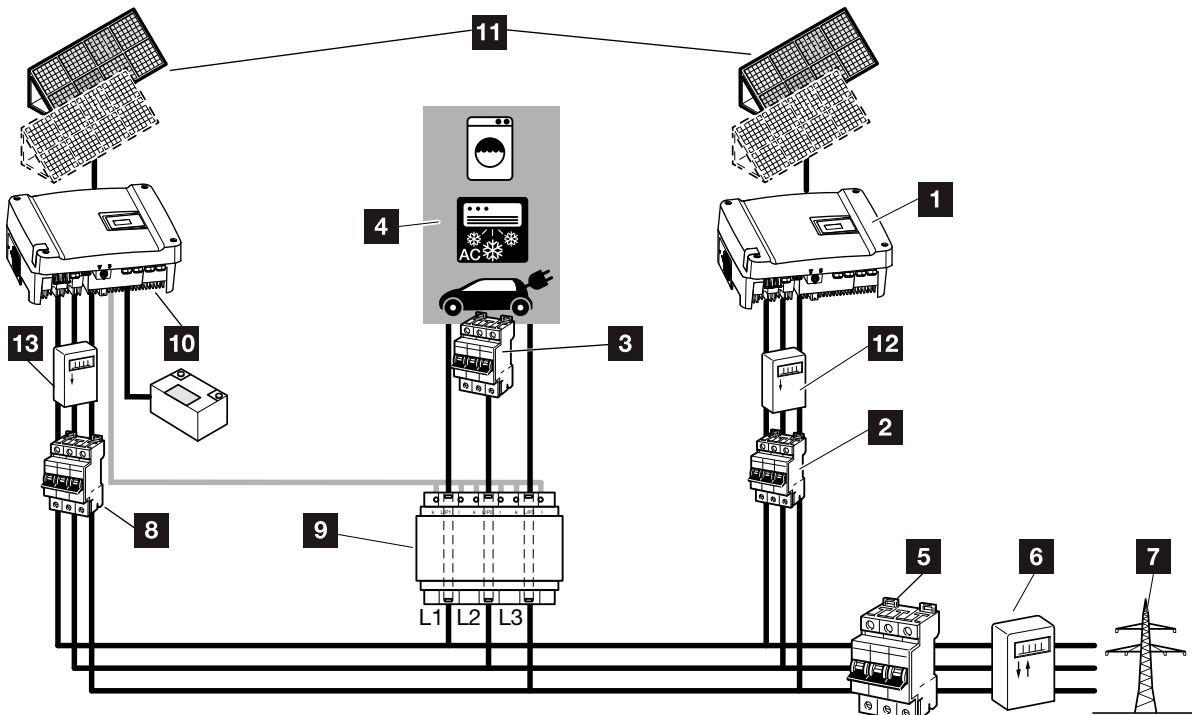
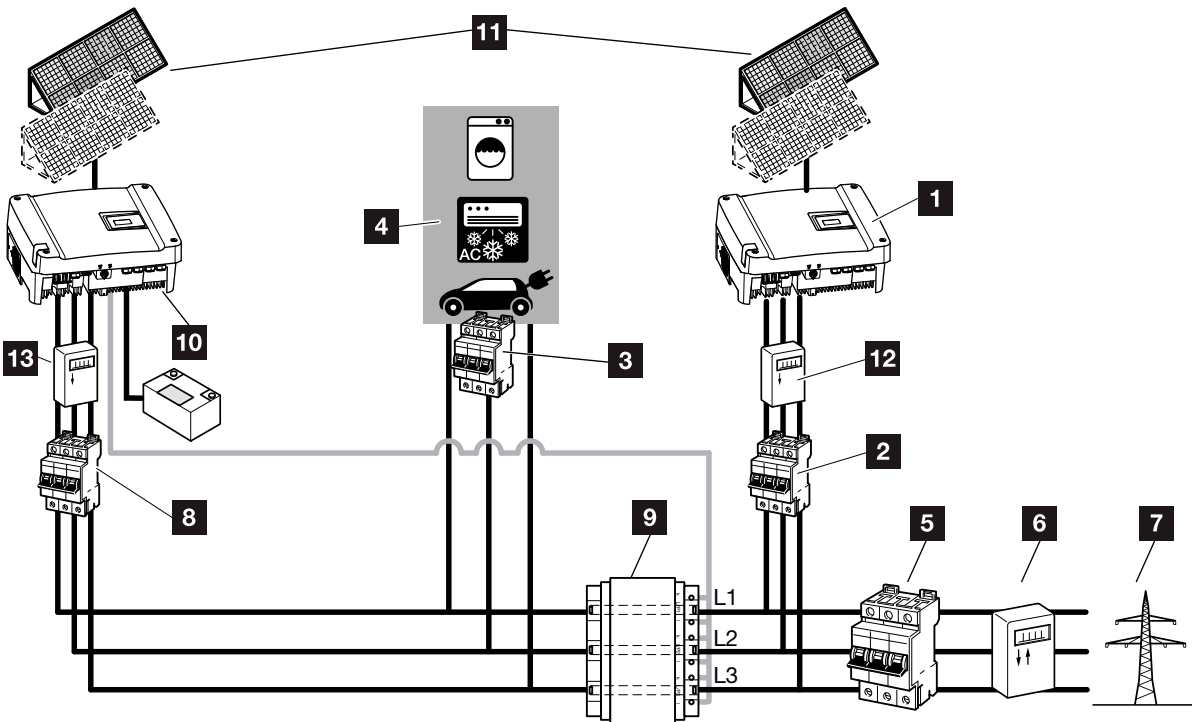

Abb. 36: Anschluss mehrere Wechselrichter - Stromsensorposition **Modus 1** - Erfassung Hausverbrauchsdaten
Abb. 37: Anschluss mehrere Wechselrichter - Stromsensorposition **Modus 2** - Erfassung Netzeinspeisung
**Anschluss Modus 1:** In dieser Variante wird der Hausverbrauch durch den PIKO BA-Wechselrichter gemessen.  **Abb. 36**
**Anschluss Modus 2:** In dieser Variante wird die Netzeinspeisung durch den PIKO BA-Wechselrichter gemessen.  **Abb. 37**
2. Wechselrichter wie in der  **Abb. 36** oder  **Abb. 37** in das System integrieren und fachmännisch anschließen